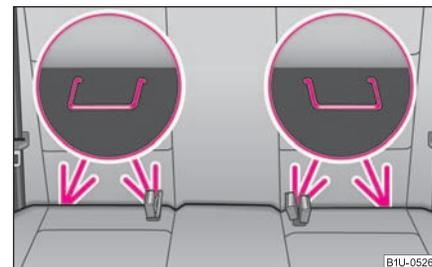

Fig. 137 Oeillets de retenue (système ISOFIX)
- Insérez les ergots dans les oeillets de retenue entre le dossier et l'assise du siège ⇒ fig. 137.